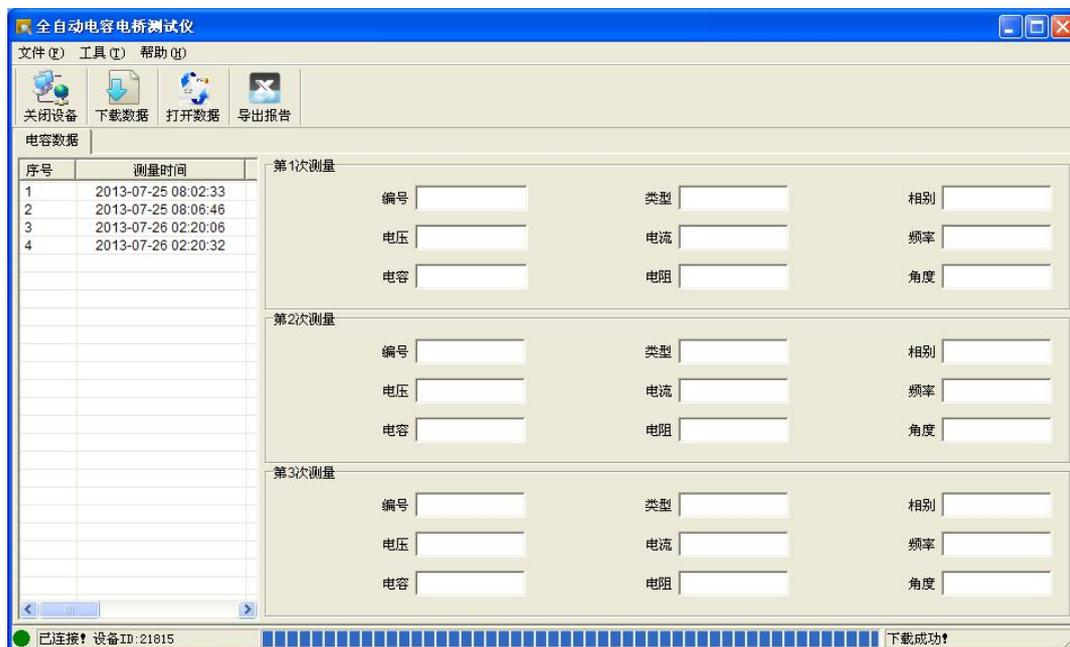
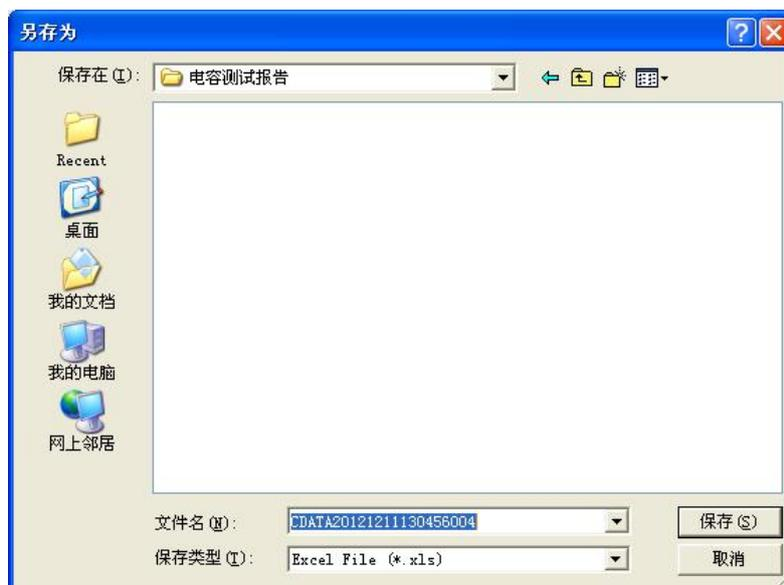

图 4.8 下载数据
图 4.12 电容导出报告
点击“确定”按钮，列表显示所下载的电桥数据，如图 4.8 所示。
5. 导出报告：在图 4.8 中，选择一行电容数据后点击“导出报告”生成测试报告文档。电容数据文件名以 CDATE 开头，如图 4.12 所示。